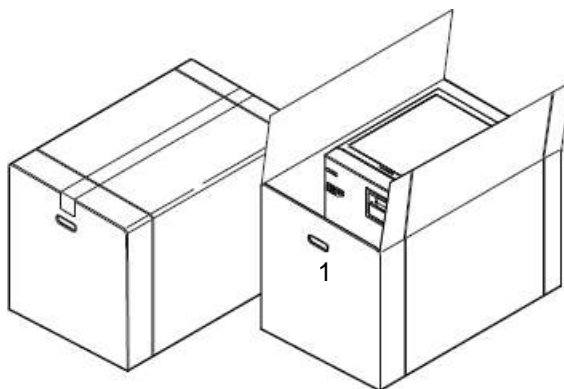

Fig. 6.1-1
**Ambalajul și echipamentul sunt fragile și de aceea trebuie să fie manevrate cu grijă. A se transporta ca pachet fragil. MÂNERELE AMBALAJULUI (1 din Fig. 6.1-1) SE VOR FOLOSI DOAR PENTRU RIDICAREA APARATULUI PE VERTICALĂ. A se păstra într-un ambient uscat și protejat. Ambalajul trebuie să fie păstrat pe tot parcursul garanției.**
- Scoateți clemele care închid partea superioară a ambalajului din carton (Fig. 6.1-1).